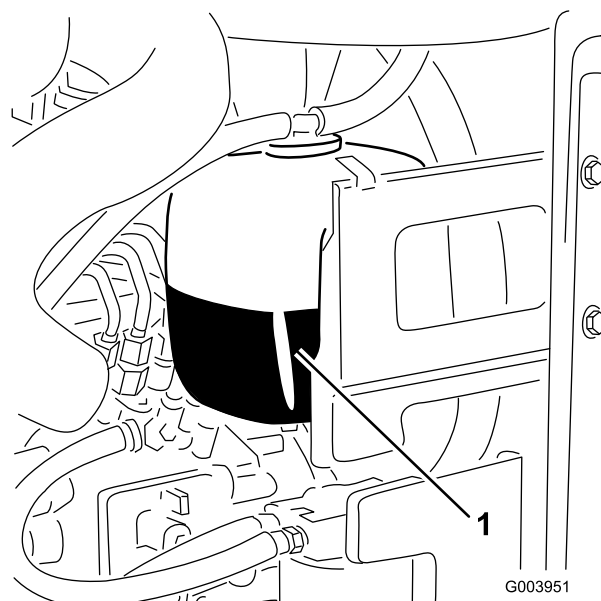

Bild 71
1. Prüfen Sie den Kühlmittelstand im Ausdehnungsgefäß (Bild 71).